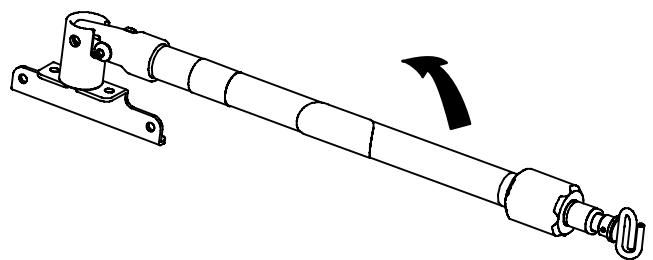

Abbildung 26 – Verstauposition des dreistufigen Infusionsständers
1. Den Infusionsständer anheben und aus der Verstauposition herausdrehen. Nach unten drücken, bis der Infusionsständer in die Aufnahme (A) einrastet.
2. Um den Infusionsständer anzuheben, den Schließring (B) gegen den Uhrzeigersinn drehen und am Teleskopteil (C) nach oben ziehen. Den Infusionsständer auf die gewünschte Höhe anheben.
3. Den Schließring (B) im Uhrzeigersinn drehen, um den Teleskopteil (C) zu arretieren.
4. Um den Infusionsständer weiter zu erhöhen, den Schiebeabschnitt (D) nach oben ziehen, bis die Federklemme (E) einrastet.
5. Die Infusionsbeutel am Infusionshaken (F) aufhängen.
6. Um den Infusionsständer zu senken, die Federklemme (E) eindrücken und Schiebeabschnitt (D) nach unten in den Teleskopteil (C) schieben. Den Schließring (B) gegen den Uhrzeigersinn drehen und den Teleskopteil (C) in das untere Rohr schieben.
7. Zum Arretieren den Schließring (B) im Uhrzeigersinn drehen.
8. Den Infusionsständer anheben und nach unten in die Verstauposition drehen (Abbildung 26).